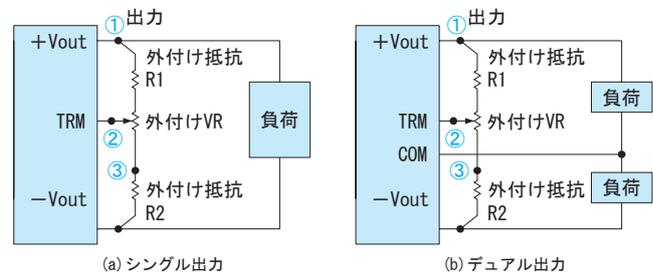

図1.3 外付け部品の接続方法
- ボリューム (VR) と抵抗 (R1, R2) を図1.3のように接続することで出力電圧を可変できます。